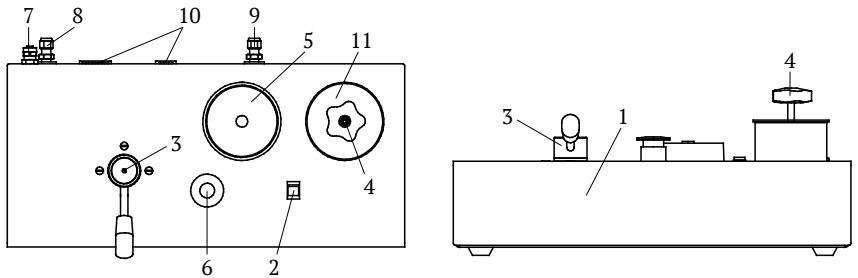

Рис. 2. Внешний вид пульта управления:
4.2 Внешний вид пульта управления показан на рис. 2.
4.7 Пульт управления состоит из корпуса 1 (Рис.2) изготовленного из стального листа и окрашенного порошковой эмалью. На пульте установлены: кнопка включения системы 2, рычаг переключения режимов работы 3, позволяющий переключать систему в режим предварительной накачки и в режим регулирования давления, так же установлен стакан 11 для рабочей жидкости и вентиль сброса давления 4. Электроконтактный манометр 5 предназначен для ограничения давления системы на уровне 620...650 бар в случае ошибочного его повышения. Также возможна приближенная установка максимального давления в пределах 0...620 бар. Кнопка аварийного отключения 6 служит для выключения системы при аварийной ситуации. В пульте управления установлена электронная плата управления, выпускной клапан, шаровый кран с датчиками положения, а сам пульт предназначен для управления всей системой и изменения режимов ее работы.
4.10 Режим предварительного создания давления (определяется положением рукоятки 3 (Рис. 2) пульта управления). Данный режим используется для заполнения присоединенных манометров или других гидравлических устройств, рабочей жидкостью, путем сжатия оставшегося в них воздуха. При отклонении джойстика от себя происходит включение движения штока насоса вперед, со скоростью пропорциональной величине отклонения, и рабочая жидкость вытесняется через выпускной клапан в систему и в подключенные манометры или другие устройства. При достижении штоком конечного положения возрастание давления на выходе системы прекращается и он автоматически возвращается в начальное положение (рукоятку джойстика отпускать не нужно) с максимальной скоростью (в этот момент происходит всасывание рабочей жидкости из *така-на 11* (Рис. 2) в полость насоса через впускной клапан). При достижении штоком начального положения, он автоматически начинает двигаться вперед возобновляя цикл повышения давления со скоростью определяемой положением джойстика. Далее процесс повторяется циклически. Количество циклов зависит от внутреннего объема присоединенных манометров или другого оборудования. При приближении давления в системе к необходимому, необходимо снизить скорость повышения путем уменьшения угла отклонения рукоятки джойстика. Затем полностью остановить поднятие давления отпустив джойстик, после чего происходит автоматический возврат штока в начальное положение. В данном режиме джойстик работает только от себя, т. е. на повышение давления.